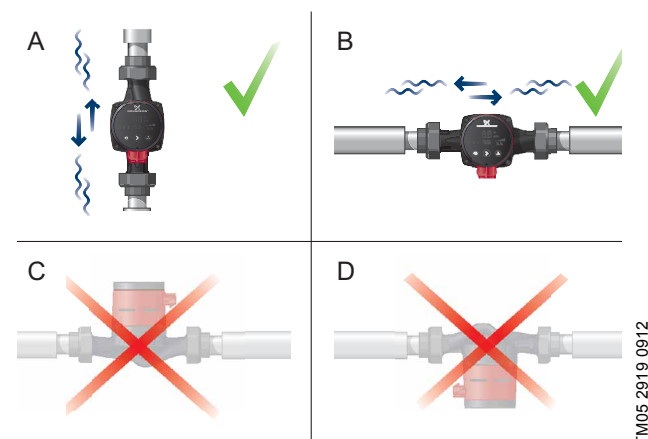

Рис. 4 Положение блока управления
- Правильный монтаж насоса на вертикальном трубопроводе. См. рис. 4, А.
- Правильный монтаж насоса на горизонтальном трубопроводе. См. рис. 4, В.
- Не допускается установка насоса в положении, при котором вал электродвигателя располагается вертикально. См. рис. 4, С и D.